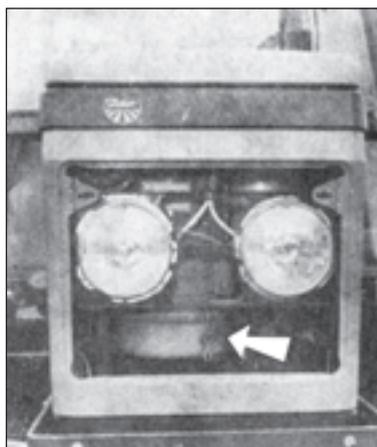

Fig. 184
2. Vidanger l'huile du filtre à air après toutes les 100 heures de travail du moteur. Cette huile se trouve dans la partie inférieure du filtre dans le collecteur de poussière (fig. 184). Pour démonter le filtre, il faut enlever la grille du calandre avant et dégager trois agrafes reliant le corps du filtre avec le collecteur de poussière.